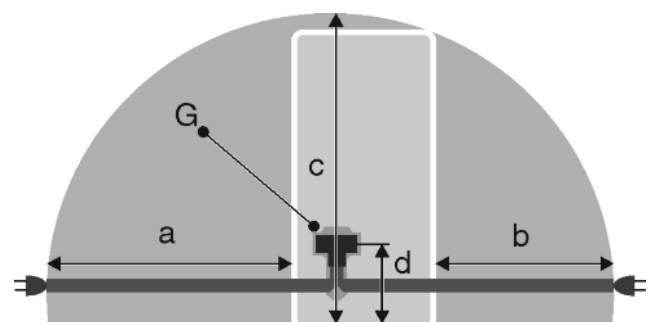

Fig. 21
- Steckdose liegt außerhalb des Geräterückseitenbereichs im gegebenen Bereich *Fig. 21 (a, b, c)*.
- ▶ Gerätestecker *Fig. 21 (G)* auf der Rückseite des Gerätes einstecken. Auf richtiges Einrasten achten.